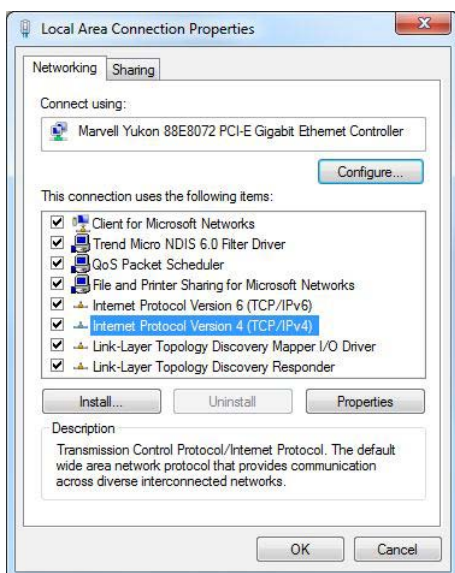

Abbildung 70: LAN Einstellungen
- Aktivieren Sie das "Internet Protocol Version 6 (TCP/IPv6)" wählen Sie "Internet Protocol Version 4 (TCP/IPv4)" aus. Klicken Sie auf „Eigenschaften“ (siehe Abbildung 70)